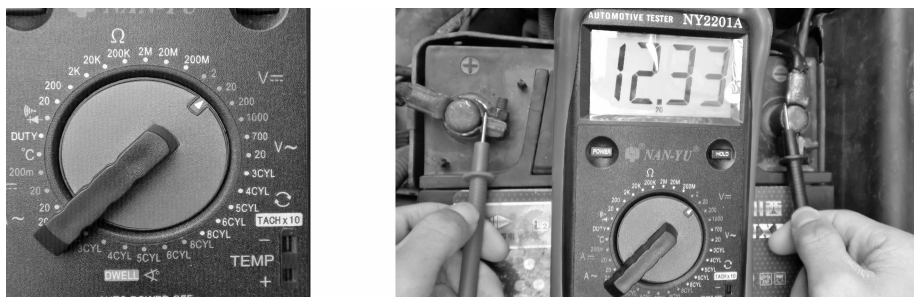

图 1-6 就车检测蓄电池电压
- ①安装车轮挡块及座椅三件套。
- ②打开发动机窗盖及安装翼子板布。
- ③将数字式万用表调至 20 V 直流电压挡，见图 1-6 所示。
- ④边打马达，边测量蓄电池电压（红表笔接+极，黑表笔接-极）。
- ⑤记录检测数据。